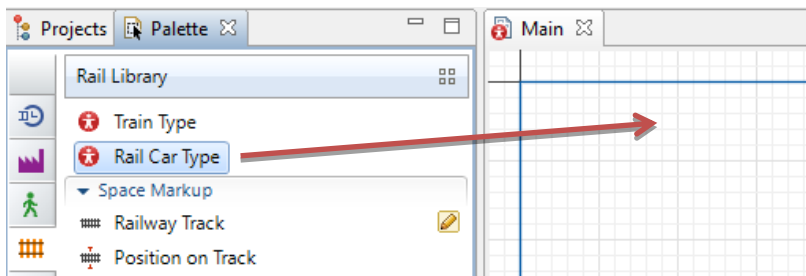

Рисунок 2.46 – Створення нового типу вагонів
- Створіть новий Тип вагона, перетягнувши елемент Тип вагона із палітри Залізнична бібліотека на графічну діаграму Main (рис. 2.46).